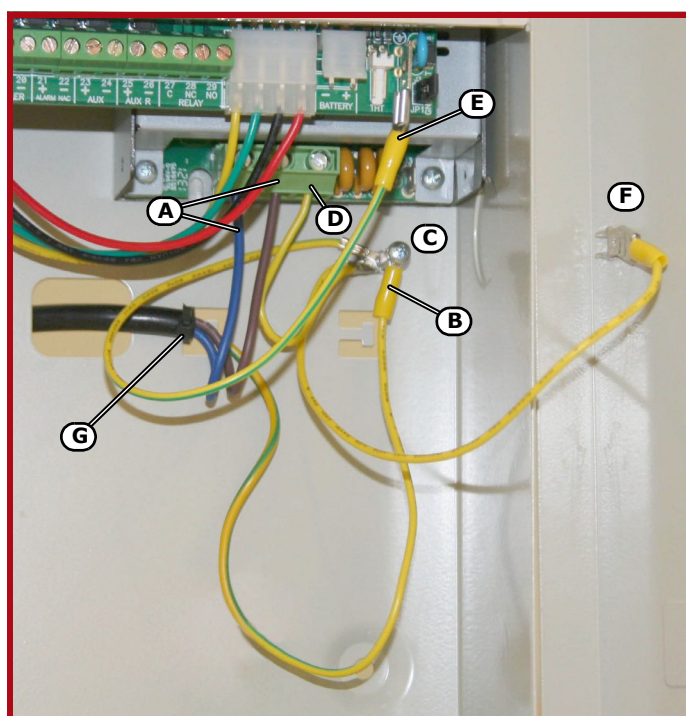

Figura 32 - Impianto di terra
- Collegare l'alimentazione di rete ai terminali del modulo alimentatore (*Figura 6 - Alimentatori switching, [A]* e *Figura 32 - Impianto di terra, [A]*).